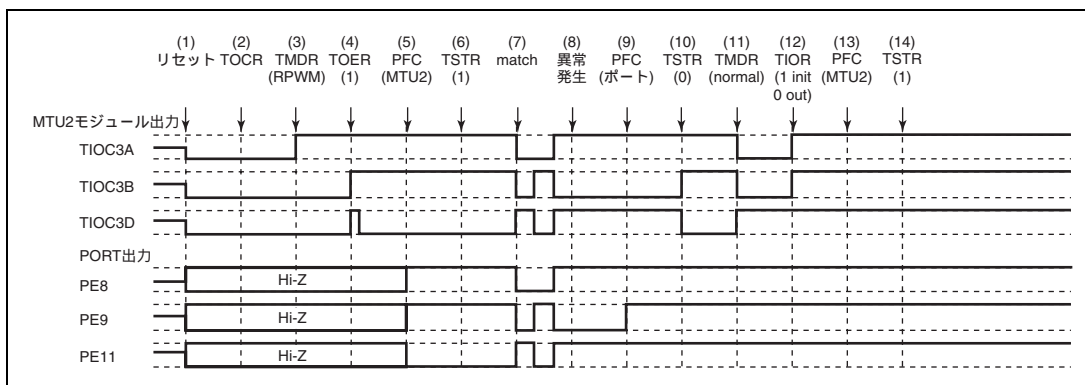

図 12.140 リセット同期 PWM モードで異常が発生し、ノーマルモードで復帰する場合
(1) ~ (10) は図 12.140 と共通です。
(11) PWM モード 1 を設定してください (MTU2 出力は正相側がローレベル、逆相側がハイレベルとなります)。
(12) TIOR で端子を初期化してください (PWM モード 1 では TIOC*B 側は初期化されません)。
(13) PFC で MTU2 出力としてください。
(14) TSTR で再スタートします。
(28) リセット同期 PWM モードで動作中に異常が発生し、相補 PWM モードで再スタートする場合の動作
- (1) ~ (10) は図 12.140 と共通です。
- (11) TOER でチャンネル 3、4 の出力を禁止してください。
- (12) TOCR で相補 PWM の出力レベルと周期出力の許可禁止を選択してください。
- (13) 相補 PWM を設定します (MTU2 の周期出力端子はローレベルになります)。
- (14) TOER でチャンネル 3、4 の出力を許可してください。
- (15) PFC で MTU2 出力としてください。
- (16) TSTR で再スタートします。
(29) リセット同期 PWM モードで動作中に異常が発生し、リセット同期 PWM モードで再スタートする場合の動作
- (11) PFC で MTU2 出力としてください。
- (12) TSTR で再スタートします。
- (13) コンペアマッチの発生によりリセット同期 PWM 波形を出力します。